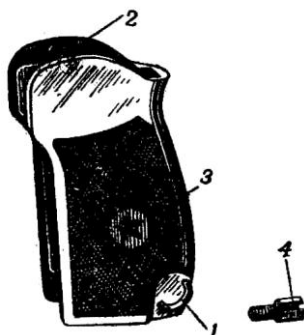

Рис. 37. Рукоятка с винтом:
27. Рукоятка винта (рис. 37) прикрывает боковое окно и заднюю стенку основания рукоятки и служит для удобства удержания пистолета в руке. Она имеет: отверстие для винта, который крепит рукоятку к основанию рукоятки; антабку для пристегивания пистолетного ремешка; пазы для свободного надвигания рукоятки на основание рукоятки; в задней стенке - выем для защелки магазина. В отверстии для винта расположена металлическая втулка, которая предназначена для стопорения головки винта от произвольного отвинчивания. Рукоятка изготовлена из пластмассы.